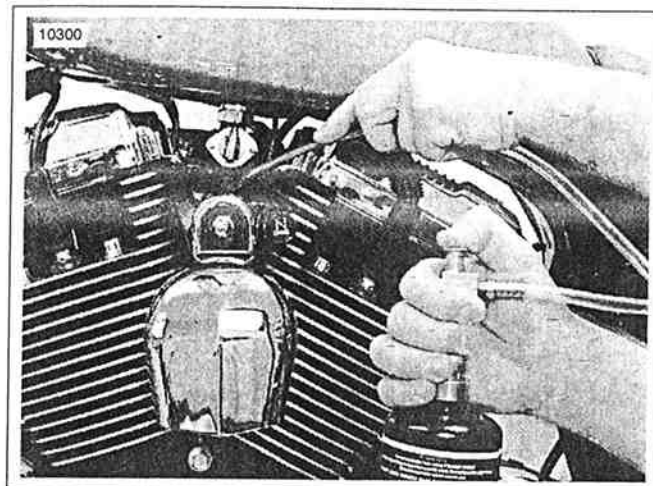

Figura 4-30. Detección de fugas
4. Vea la Figura 4-30. Apunte la boquilla hacia posibles fuentes de fuga como las superficies de acoplamiento del múltiple de admisión.